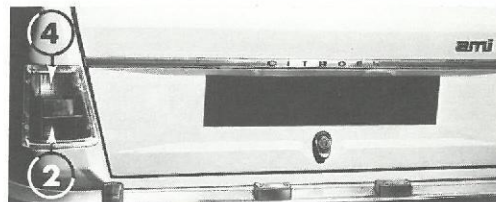

Fig. 36 – 2 Bageste positionslygter og stoplygter
- Bageste positionslys (fig. 36) type P25/2, Bi-fil 12V, 21/5W
Stoplygterne (fig. 36) type P25/2, Bi-fil 12V, 21/5W